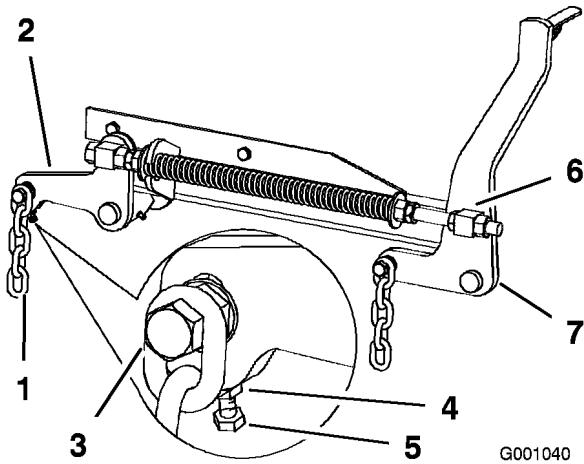

Figura 78
- Si las medidas realizadas en las posiciones B o C no son correctas, afloje el perno que fija la cadena trasera al brazo de soporte trasero (Figura 78).
- Afloje la contratuerca situada debajo del brazo de soporte trasero y ajuste el perno de ajuste hasta obtener una medida de 79 a 82 mm (Figura 78).
7. Afloje las contratuerzas de pivote delantero, en la parte delantera de los pivotes derecho e izquierdo, aproximadamente 13 mm (Figura 78).
8. Ajuste las tuercas de elevación en el lado izquierdo y derecho de la máquina hasta obtener una distancia de 6 a 10 mm menos en la parte delantera en **A** que en la parte trasera, en **B** (Figura 78).